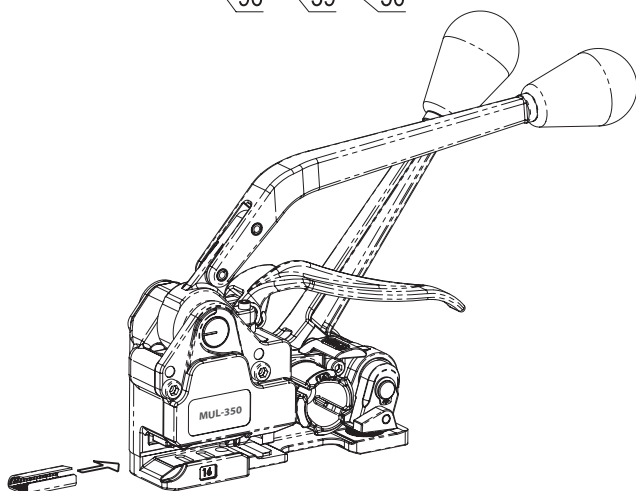

Рис. 2
1. Установите скрепу так, как показано на Рис. 2. В МУЛ-350 используется открытая скрепа с насечками (16мм) ленты.